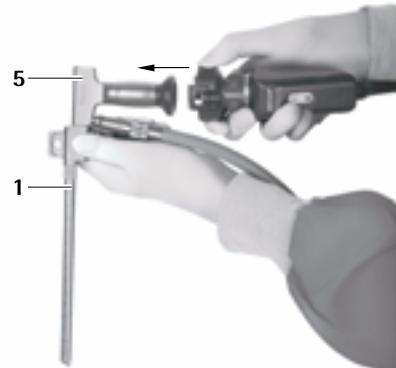

Rys. 2
- ▶ Zablokować endoskop 5 w trokarze MINOP inVent 1, patrz Rys. 2.